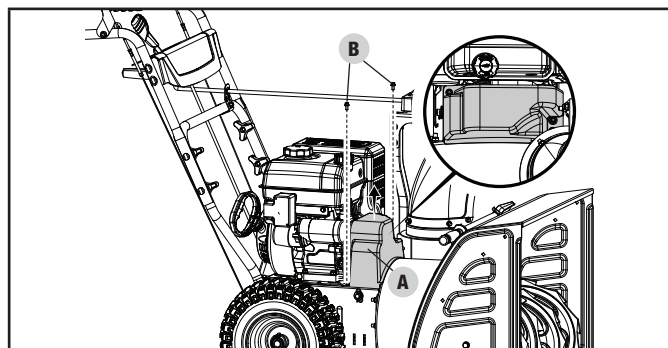

Figure 24A
1. Enlevez le couvercle en plastique de la courroie (A) sur le devant du moteur en enlevant 2 boulons M6 × 16 (B). (figure 24A)